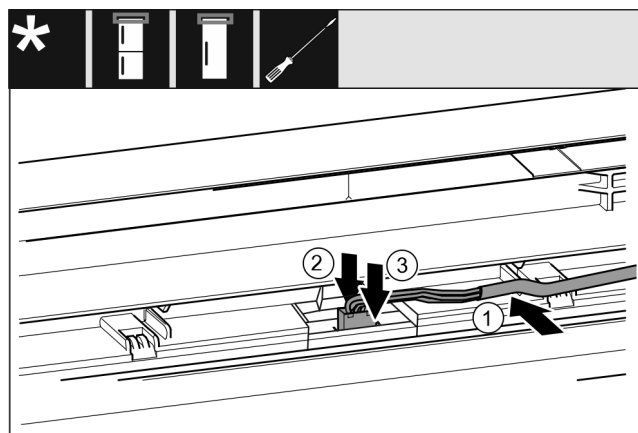

Fig. 32
- ▶ Poser le câble gris dans le guide de la porte supérieure. Fig. 32 (1)
- ▶ Pousser l'ergot vers l'arrière Fig. 32 (2)
- ▶ Insérer le connecteur. Fig. 32 (3)